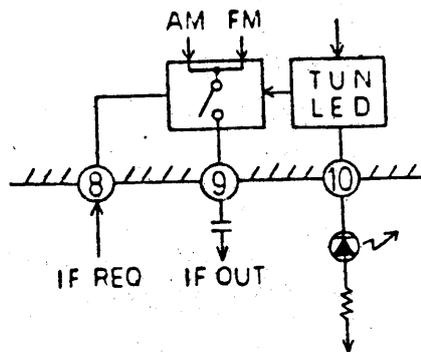

图5
参看图5。⑨脚上的IF输出信号是受⑧脚上所加电压和⑩脚电压共同控制的。只